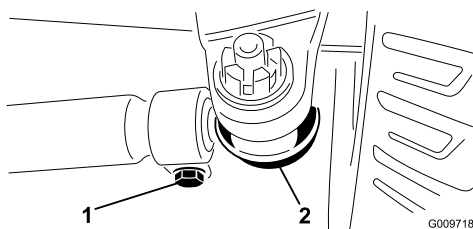

Figura 48
2. Per regolare, togliete la coppiglia e il dado da uno dei giunti a sfera del tirante (Figura 48). Togliete il giunto a sfera del tirante dal supporto della scatola del ponte.
3. Allentate i fermi su entrambe le estremità dei tiranti (Figura 48).
4. Girate di un (1) giro completo, verso l'interno o l'esterno, il giunto a sfera rimosso. Serrate la ghiera dal lato allentato del tirante.
5. Girate l'intero gruppo del tirante nello stesso verso (interno o esterno), di un (1) giro completo. Serrate la ghiera dal lato collegato del tirante.